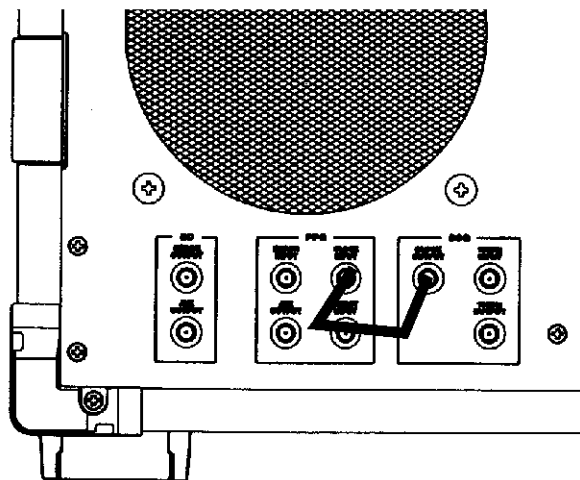

図 1-10 内蔵 SSG モジュールの接続
2. 図 1-10 に示すように、SSG に付属の同軸ケーブルを接続して下さい。